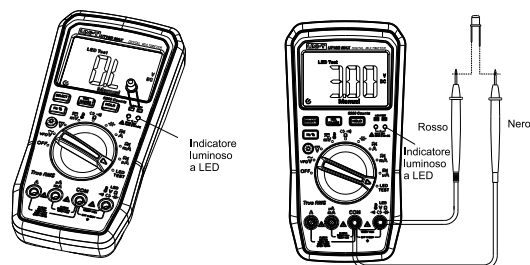

Figura 9
9. Misura del LED (UT18B MAX) (Figura 9)